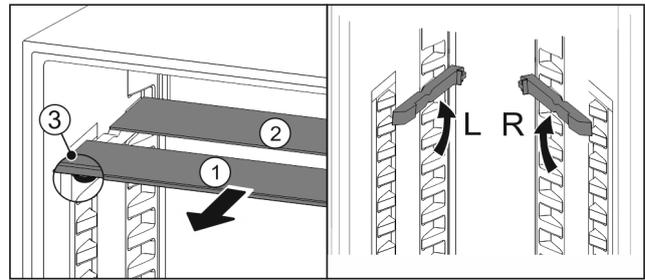

Fig. 127
- ▶ estrarre i ripiani di vetro singolarmente tirando in avanti Fig. 127 (1).
- ▷ Il piano in vetro Fig. 127 (1) con il motivo ornamentale è nella parte anteriore.
- ▷ I fermi Fig. 127 (3) sono rivolti verso il basso.